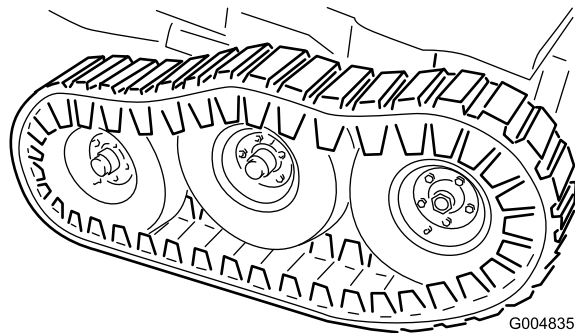

Figura 121
51. Instale as anilhas planas (1/2 pol.) e as porcas de bloqueio no perno da articulação bogie (Figura 121) e aperte com 102 N·m.